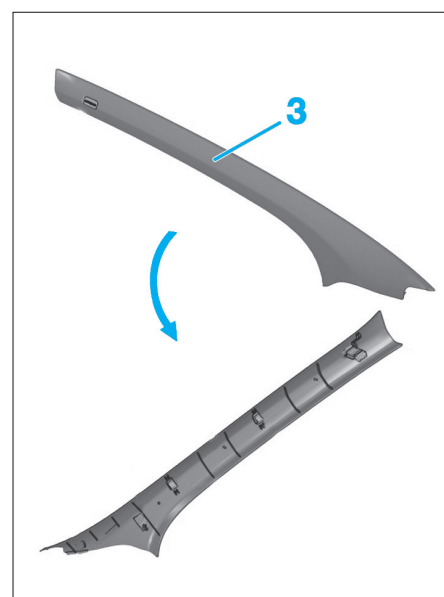

Fig. 65
- Dégrafer comme illustré, les montants de baie de pare-brise (3) (Fig.65).